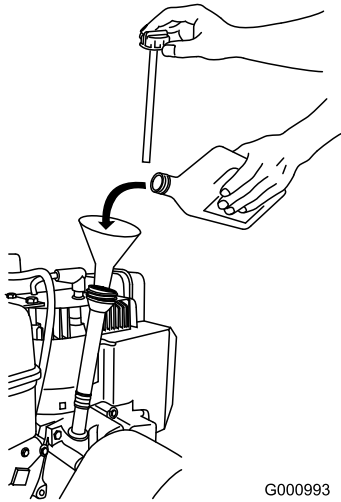

Bild 35
2. Nehmen Sie den Peilstab heraus und prüfen Sie den Ölstand (Bild 35). Füllen Sie Öl nach, wenn der Ölstand unter Auffüll-Marke am Peilstab steht. Siehe Auffüllen des Motors mit Öl.